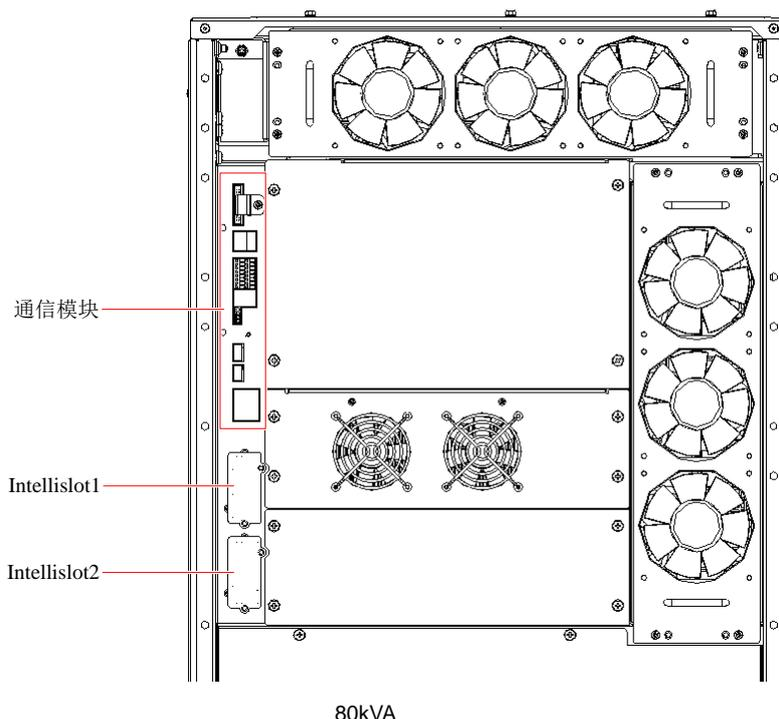

图7-1 智能卡安装示意图
UPS 提供两个 Intellislot 接口（见图 7-1）用于现场安装智能选件卡。打开 UPS 机柜前门，可以看到 UPS 机柜顶部（60kVA 和 80kVA 位于机柜左侧）智能卡接口的防护盖板，拆掉防护盖板可用于安装通信组件的选件，包括：SIC 卡、IS-RELAY 卡、RS485 卡。
2. 参照图 7-1 的接口位置，将智能卡顺着接口两侧的导槽插入，然后拧紧螺钉。